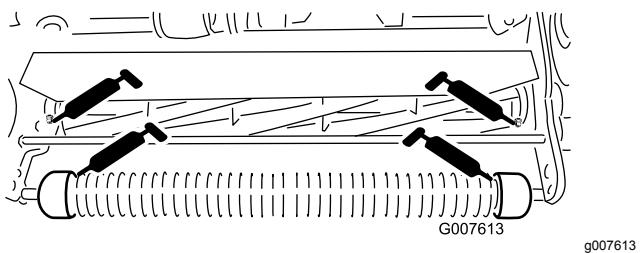

Bild 22
- 2 an der Frontrolle (Bild 22)
- 2 an den Spindellagern (Bild 22)